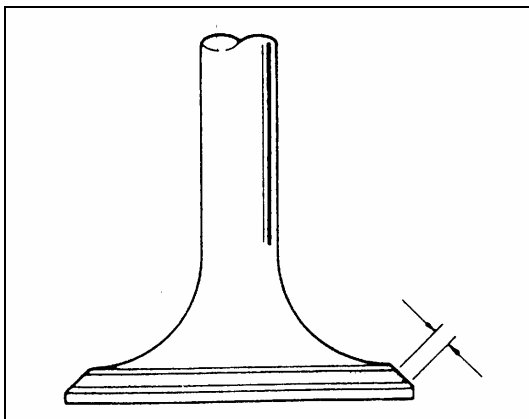

Рис. 4-100.
- 5) Ширина контактной поверхности клапана, смотри Рис. 4-100.